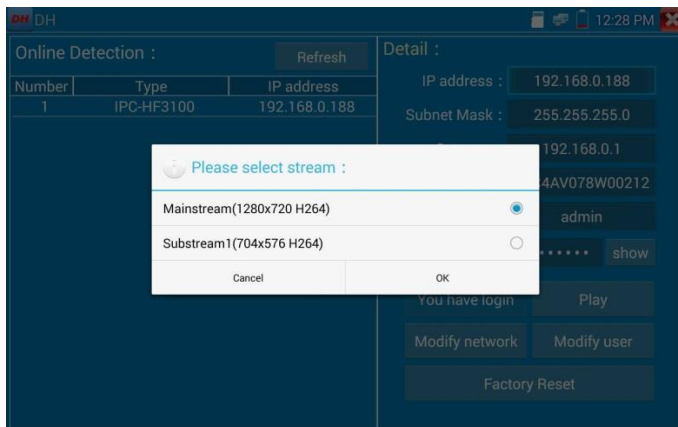

Рис. 117 Выбор видеопотока для тестируемой видекамеры
3. Если видекамера поддерживает выбор из нескольких потоков, выберите нужный, рис. 117